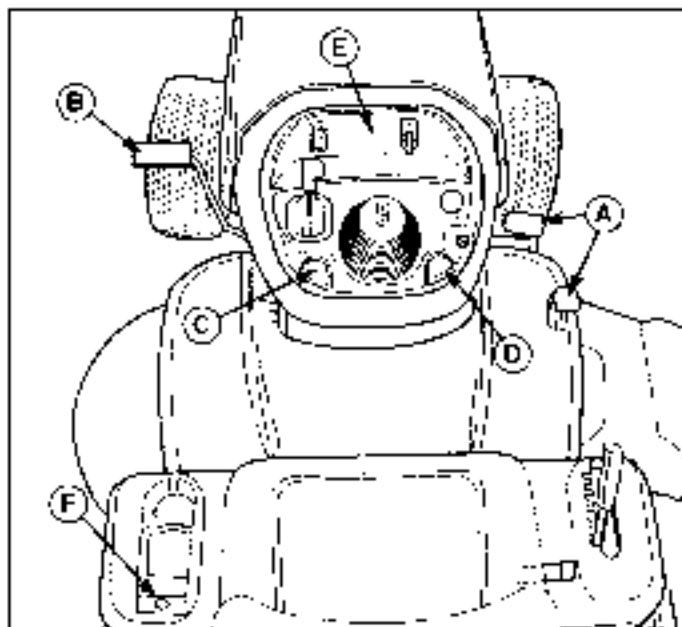

Figura 3. Accionamiento del freno de estacionamiento
Activación del freno de estacionamiento: Consulte la Figura 3. Para colocar el freno de estacionamiento, suelte los pedales del acelerador (A), presione por completo el pedal del freno (B), levante la perilla del freno de estacionamiento (C) y luego suelte el pedal del freno.
Soltar el freno de estacionamiento: Consulte la Figura 3. Para soltar el freno de estacionamiento presione el pedal del freno (B).
1. Levante la perilla de control de crucero (D, Figura 3).
2. Presione el pedal del acelerador (A).
3. Levante la perilla de control de crucero (D) cuando alcance la velocidad deseada. El control de crucero se fijará en alguna de sus cinco posiciones.
1. presione el pedal del freno (B, Figura 3).
2. presione el pedal del acelerador (A)